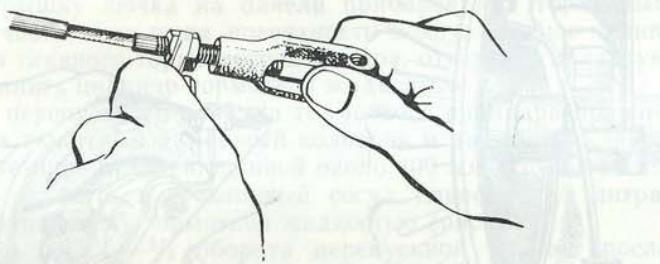

Рис. 221. Регулировка длины троса привода ручного тормоза
2. Отвернуть контргайки, расшплинтовать и вынуть палец. Вращением регулировочной вилки (рис. 221) выбрать все зазоры в приводе, чтобы рычаг привода касался корпуса шариков разжимного механизма ручного тормоза.